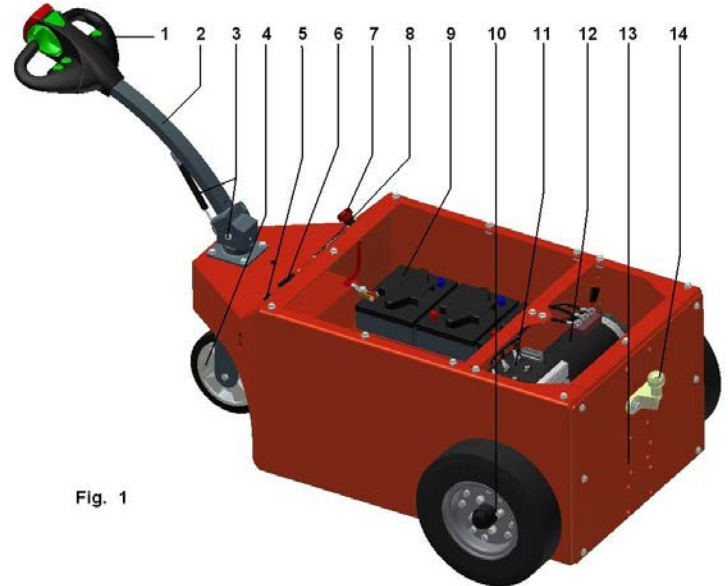

Fig. 1
5.3 Commandes et fonctionnement (voir fig. 1)